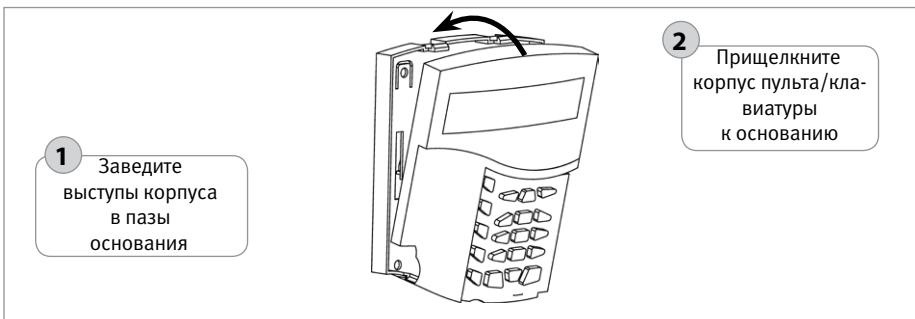

Рисунок 7. Установка корпуса пульта «C2000M»
8. Установите корпус пульта/клавиатуры на основание в последовательности, указанной на рис. 7 – 9.